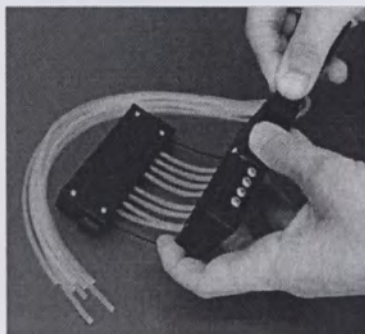

Рисунок 5-43. Установка крышки на калибровочные винты
2. дайте четыре винта для крепления крышки в нижней части кассеты для диспенсирования; трубки с креплениями и коллектор наконечников с наконечниками; три винта для крепления крышки в верхней части кассеты; две проволоки для ограничения натяжения; калибровочные винты (рисунок 5-43) и трубки с креплениями. Сохраните калибровочные винты и белую тефлоновую утяжеляющую пластинку для трубок, для того чтобы установить новый комплект трубок.
15. Вставьте крышку калибровочных винтов, слегка подняв ее или согнув (рисунок 5-43).